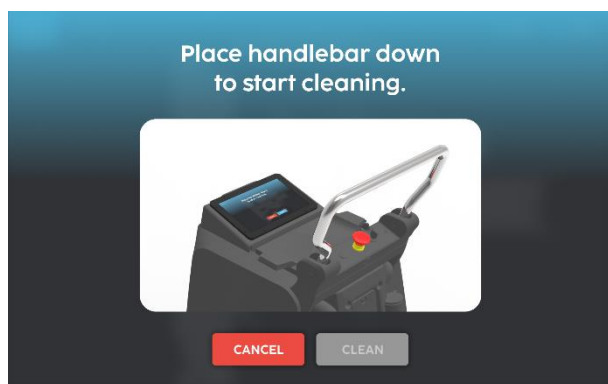

Fig. 8
7. Placez le guidon vers le bas pour commencer le nettoyage (Fig 8).